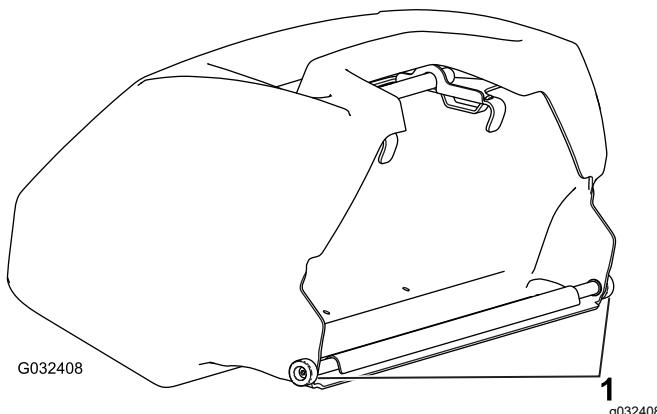

Figura 5
**Importante:** Se deixar cair o cesto, examine os pontos de contacto do braço inclinado próximo do rebordo inferior do cesto para verificar se há danos (Figura 5). Aperte-os antes de utilizar o cesto.